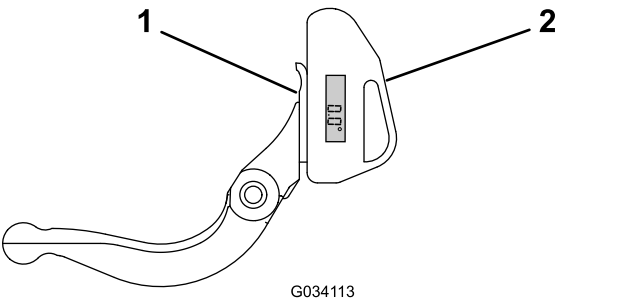

Figura 32
1. Coloque el indicador de ángulo en el lado inferior de la contracuchilla, según se muestra en Figura 32.